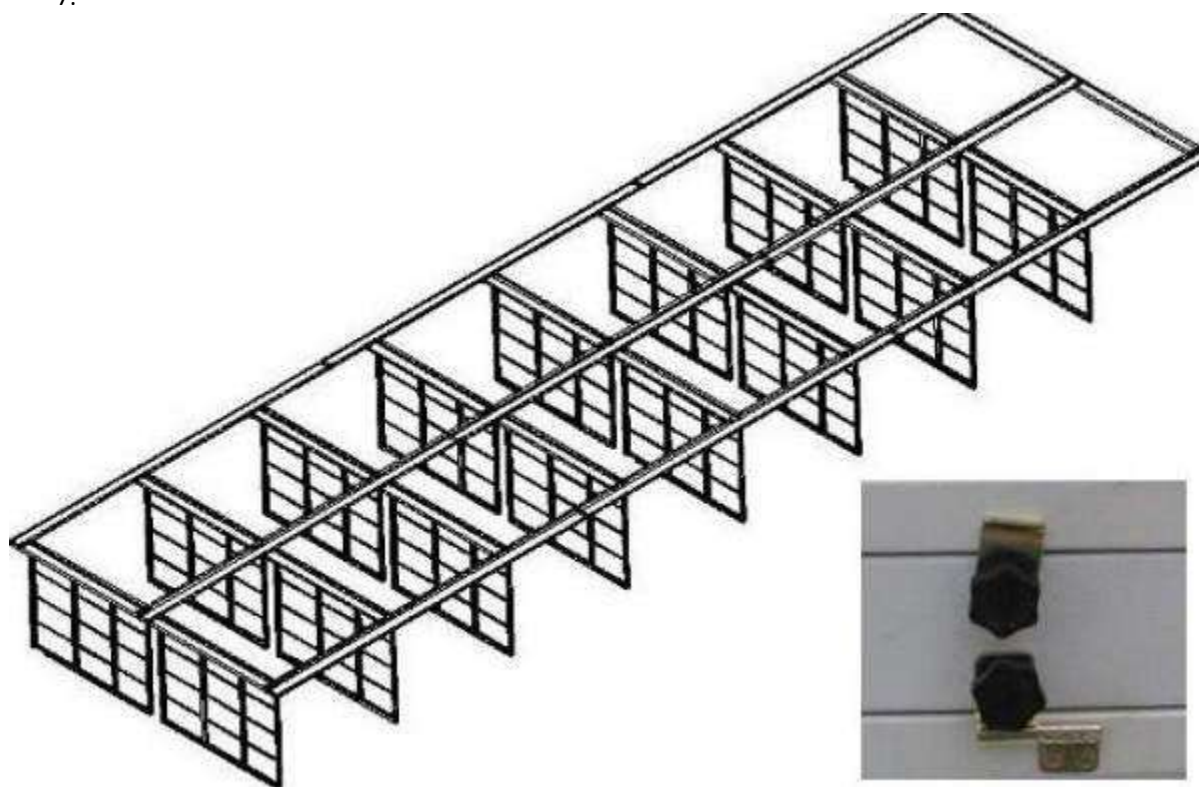

Рис. 2.14
6. Установка структуры фильтра, см. рис. 2.14. Зафиксируйте фильтр на структуре, установите петли.